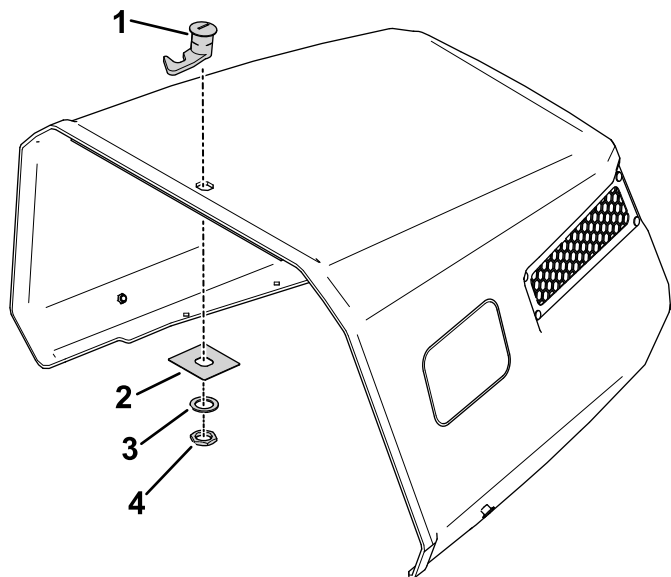

**Figura 51**
2. Usando el cerradero como plantilla, marque y perforo 2 orificios (broca de  $\frac{3}{16}$ " en una zona centrada de la tapa de la batería (Figura 51).